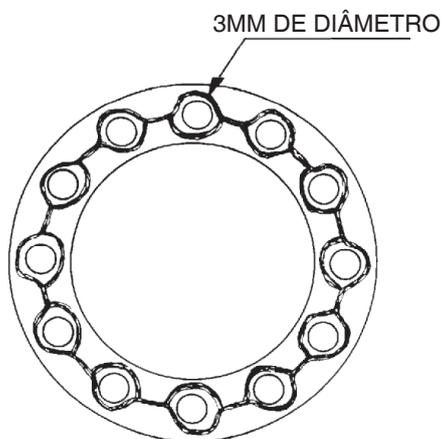

Figura 47
A. Aplique um cordão contínuo de aproximadamente 3 mm de diâmetro quando a junta for SILICONE NEUTRO ou aplique com um pincel quando for 174 e 574 (LOCTITE), em toda a volta de uma das superfícies de acoplamento e de todos os furos da fixação, para garantir uma vedação total que evite vazamento (Figura 47).